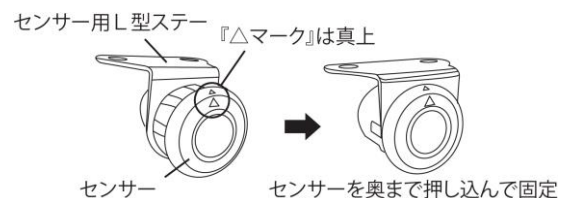

図 5
- ②センサー用L型ステーの丸穴部分にセンサーの2PINプラグから通し、センサー正面の『△マーク』が真上を向くようにして奥まで押し込んで確実に固定してください（図5参照）。
- ③センサー用延長コードを走行・荷物の積み降ろしなどの作業へ支障をきたさない位置へ取りまわしてください。その際、車内に12PINプラグ【Sensor印】が残るように取りまわしてください。
- ④各センサーの2PINプラグとセンサー用延長コードの2PINカプラ【Sensor1印】から順に接続してください。センサーの使用数が5ヶ以下で、センサー用延長コードに未使用の2PINカプラがある場合は、確実に絶縁処理を施してください。